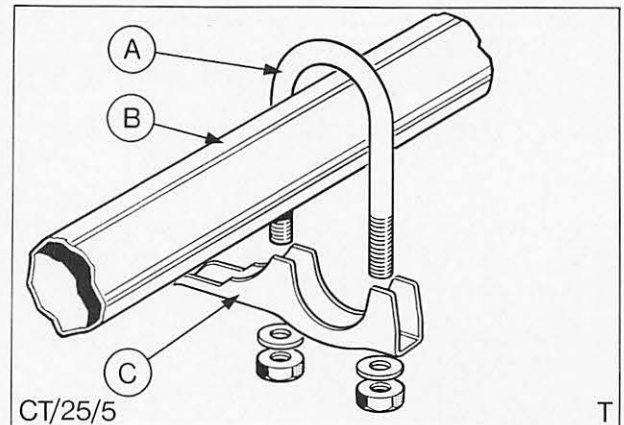

Abb. 9 A = U-Bolzen
6. Vorderen Auspuffhalter abbauen, Abb. 9.